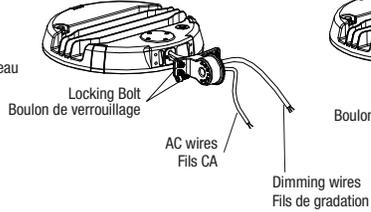

Fig. 7
2. Insert the input wires of the luminaire through both parts of the split fitter (Fig. 7).
2. Insérer les fils d'alimentation du luminaire dans les deux parties du joint d'articulation (Fig. 7).